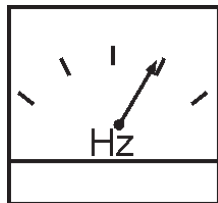

Figure 44. Frequency Meter (Hz)
6. El frecuencímetro del generador (Fig. 44) estará mostrando 60 ciclos de frecuencia de salida en **HERTZ**.